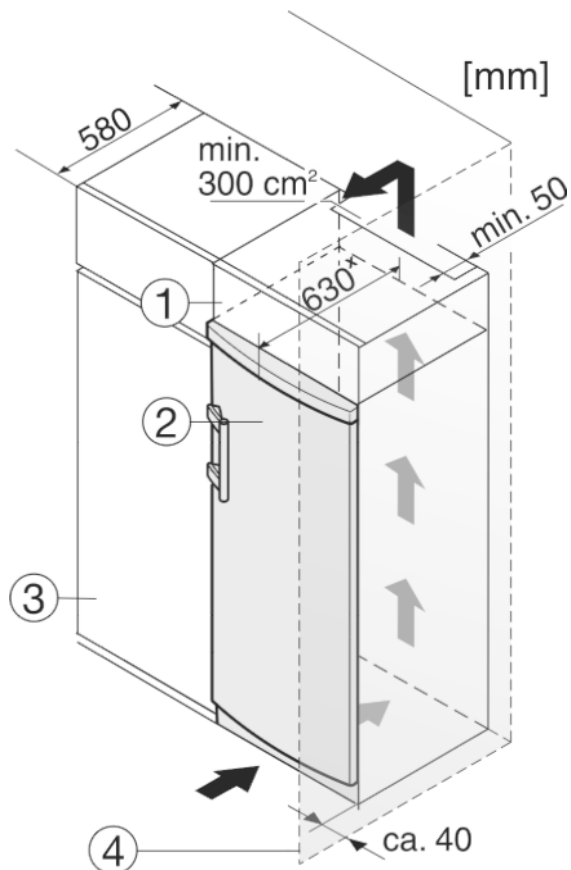

Fig. 9
- (1) Opbouwkast
- (2) Apparaat
- (3) Keukenkast
- (4) Wand
Het apparaat kan in keukenkasten worden ingebouwd. Om het apparaat Fig. 9 (2) aan de hoogte van het keukenblok aan te passen, kan boven het apparaat een opzetkast Fig. 9 (1) worden aangebracht.
Bij een ombouw met keukenkasten (diepte max. 580 mm) kan het apparaat direct naast de keukenkast Fig. 9 (3) worden geplaatst. Het apparaat steekt aan de zijkant 34 mm* en in het midden 50 mm* uit ten opzichte van het keukenkastfront.
Plaatst u het apparaat met de scharnierkant naast een muur Fig. 9 (4), dan moet de afstand tussen apparaat en muur minstens 40 mm bedragen. Dit in verband met het uitsteken van de deurgreep bij een geopende deur.